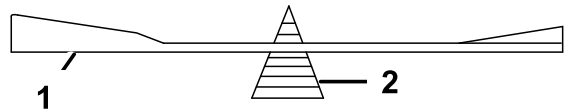

Figuur 68
1. Gebruik een vijl om de snijranden aan beide uiteinden van het mes te slijpen (Figuur 68).
Opmerking: Als het mes niet in balans is, moet u wat metaal afvlijen van het uiteinde van de vleugel (Figuur 68).